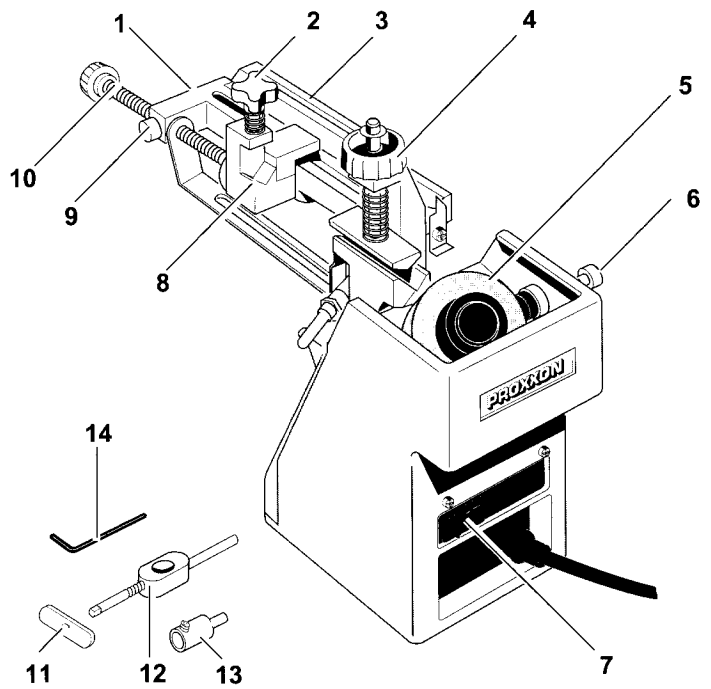

Fig. 1
Gesamtansicht (Fig. 1):
Bohrer unter 3 mm Durchmesser müssen in dem mitgelieferten Adapter 13 (Fig. 1) gespannt werden.
6. Gerät am EIN - AUS - Schalter 7 (Fig. 1) einschalten.
9. Gerät am EIN - AUS - Schalter 7 (Fig. 1) ausschalten.